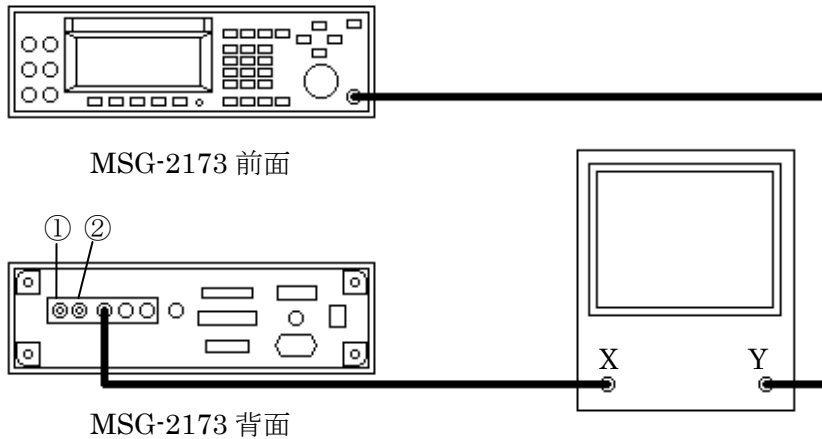
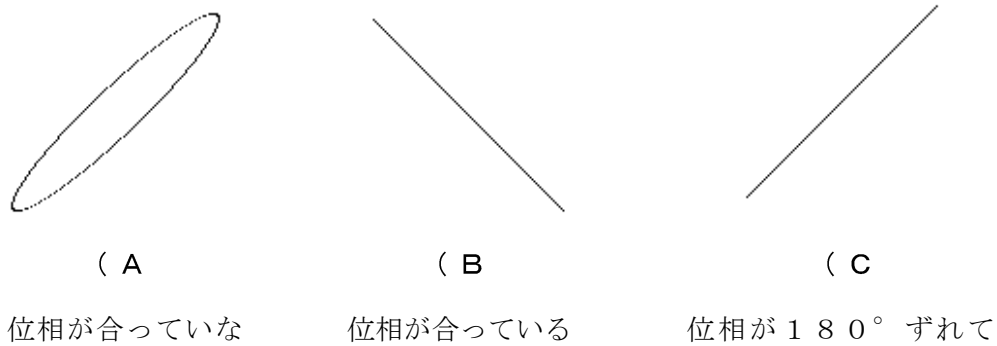

図 6-13 位相校正接続図
図 6-14 リサーチ波形 1
1) 本器とオシロスコープを図 6-13の様に接続します。
波形が図 6-14 (B) のようになるように図 6-13 ① [SCOPE PHASING] のボリュームを調整します。
2) 波形が (A) のようになるように 図 6-13②「PILOT PHASE」のボリュームを調整します。